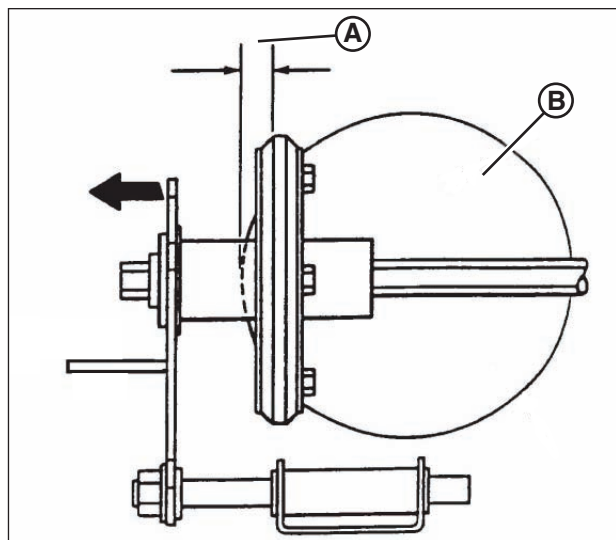

Figure 28: Bon réglage du disque entraîné
- Glissez l'ensemble du disque entraîné à 1/8 po (3,18 mm) (**A**, **Figure 28**) du bord externe du disque d'entraînement (**B**).